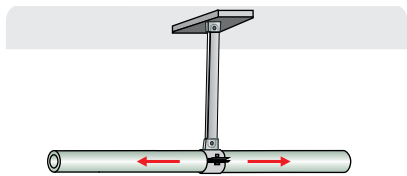

Рис. 51 - Рухома підвіска з металевою стрічкою.
Рухоме кріплення (VU) є таким способом кріплення, при якому трубопровід може збільшуватися або зменшуватися по довжині, проте не має можливості відхилитися від осі. Способи рухомого/ковзного кріплення схематично показані на Рис. 51- 55.